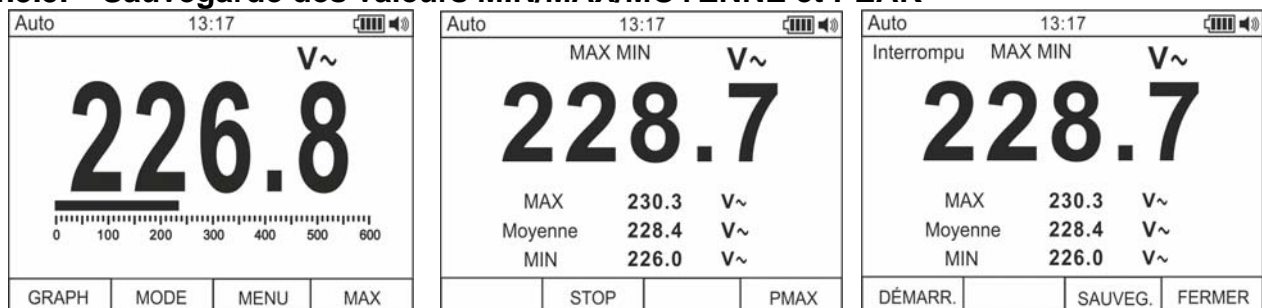

Fig. 6: Sauvegarde des valeurs MIN/MAX/Moyenne
1. Appuyer sur la touche **F4** pour entrer dans la mesure des valeurs MAX, MIN et Moyenne de la valeur examinée (voir Fig. 6 – partie centrale). Le message « MAX MIN » s'affiche à l'écran.
4. Appuyer sur la touche **F3** pour sauvegarder le résultat de la mesure (voir Fig. 6 – partie droite) et pour revoir le résultat sauvegardé (voir § 4.3.7)